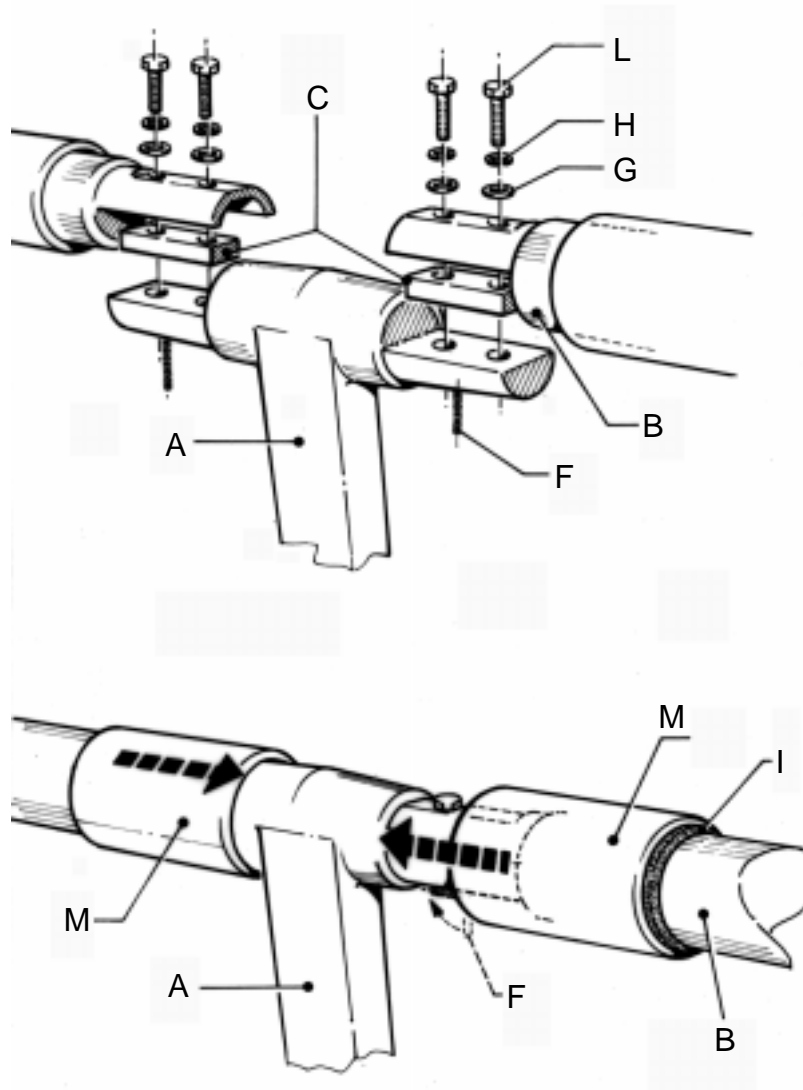

Fig. 10
- 3) Accrocher à la grue, et soulever l'unité (fig. 10).
- 3) Hook up to the crane and lift the unit (fig. 10).
2.6.1 Barres omnibus tubulaires (fig. 10)
2.6.1 Tubular omnibus busbars (fig. 10)